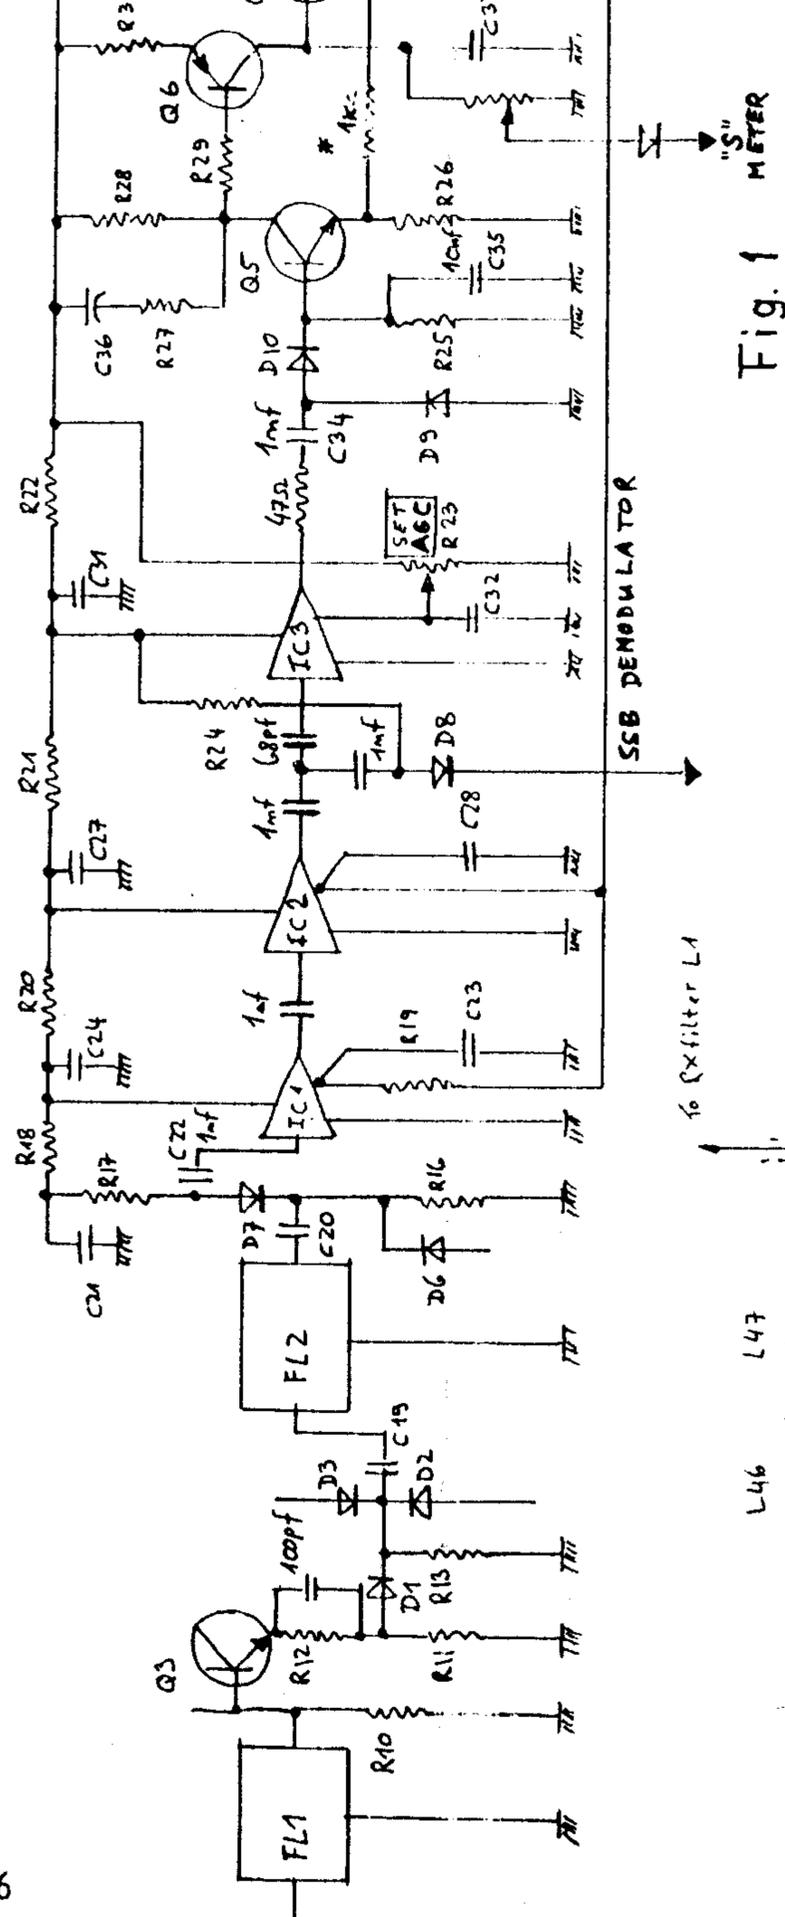

Fig. 1
Two major facts came up to light. The interstage coupling (L11 and L12) causes a severe mismatch, causing the noise figure to deteriorate. Plessey recommends using only two stages of amplification as the noise generated in the 1st stage is sufficient to overload the 3rd stage (96-114 db of gain using 3 IF stages). So following modifications are necessary. The removal of the tuned circuits L11 and L12, and replacing them with 1nF coupling capacitors. Connect the SSB demodulator to the output of the 2nd IF stage (IC 2). Changing the input and output circuit of the 3rd IF stage (IC 3), which is now used as an AGC amplifier with pre-set gain. Minor changes to the AGC demodulator and DC amplifier to improve the dynamic range. The emitter circuit of Q3 (2SC383) between F11 and F12 modified to counteract the 3db signal loss across R11 and R12. Also the input coupling capacitor C22 to the 1st IF stage (IC 2) is changed to 1nF. Fig.1 shows the modified IF and AGC circuit.
Es liegt eine Fehlanpassung am Kreis L11/L12 vor., woraus ein schlechtes Signal Rauschverhalten entsteht. Plessey gibt an, daß nur 2 ICs maximal hintereinander geschaltet werden dürfen, sonst ist der 3. IC übersteuert durch das Grundrauschen des 1. IC (96-114db Durchgangsverstärkung bei 3 Stufen). Folgend die Verbesserungen: Es wird der Kreis L11/L12 entfernt und durch einen 1nF Koppelkondensator ersetzt. Der SSB Demodulator wird an den Ausgang vom 2. ZF Verstärker angeschlossen. Änderung der Eingangs- und Ausgangsbeschaltung vom 3. ZF Verstärker, der jetzt nur noch als AGC Verstärker arbeitet. Kleine Änderungen werden am AGC Demodulator und am DC Verstärker vorgenommen, um den Dynamikbereich zu verbessern. Der Emitterkreis von Q3 zwischen FL1 und FL2 wird geändert, um die 3db Signaldämpfung an R11 und R12 zu kompensieren. Es wird auch der Einkoppelkondensator Q22 in der 1. ZF Stufe auf 1nF geändert. Fig. 1 zeigt die geänderte Version.
- 2) Remove all plug-in connections from the main board. Now it is possible to lift the main board carefully until you can get to the printed side. Unsolder first Q1 (= 3SK48). Replace it by 3SK97 upwards. Solder a 1 nF miniature ceramic capacitor and a 100 Ohm resistor between the source lead and ground. (s. fig. 1). Solder the 6.8 V Zener diode and replace R1 and R2 by two 10 kOhm resistors as shown in Fig. 2. Now the R.F. prestage is completed.
2) Entferne alle Steckanschlüsse von der Hauptplatine. Jetzt ist es möglich, die Platine anzuheben um an die Lötseite heranzukommen. Löte Q1 (3SK48) heraus und ersetze ihn durch 3SK97 mit leicht hochgebogenem Source-Anschluß. Löte einen Miniaturkeramikkondensator von 1 nF und einen Widerstand von 100 Ohm zwischen Source und Masse (s. Fig. 1). Löte die 6,8 V-Zenerdiode ein und ersetze R1 und R2 durch je 10 kOhm.